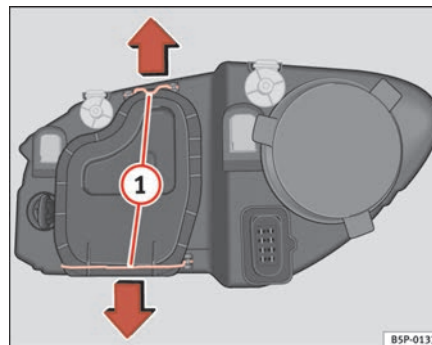

Abb. 181 Abblendlicht
- Die Streben ⇒ Seite 270, Abb. 181 ① in Pfeilrichtung verschieben und den Deckel abnehmen.